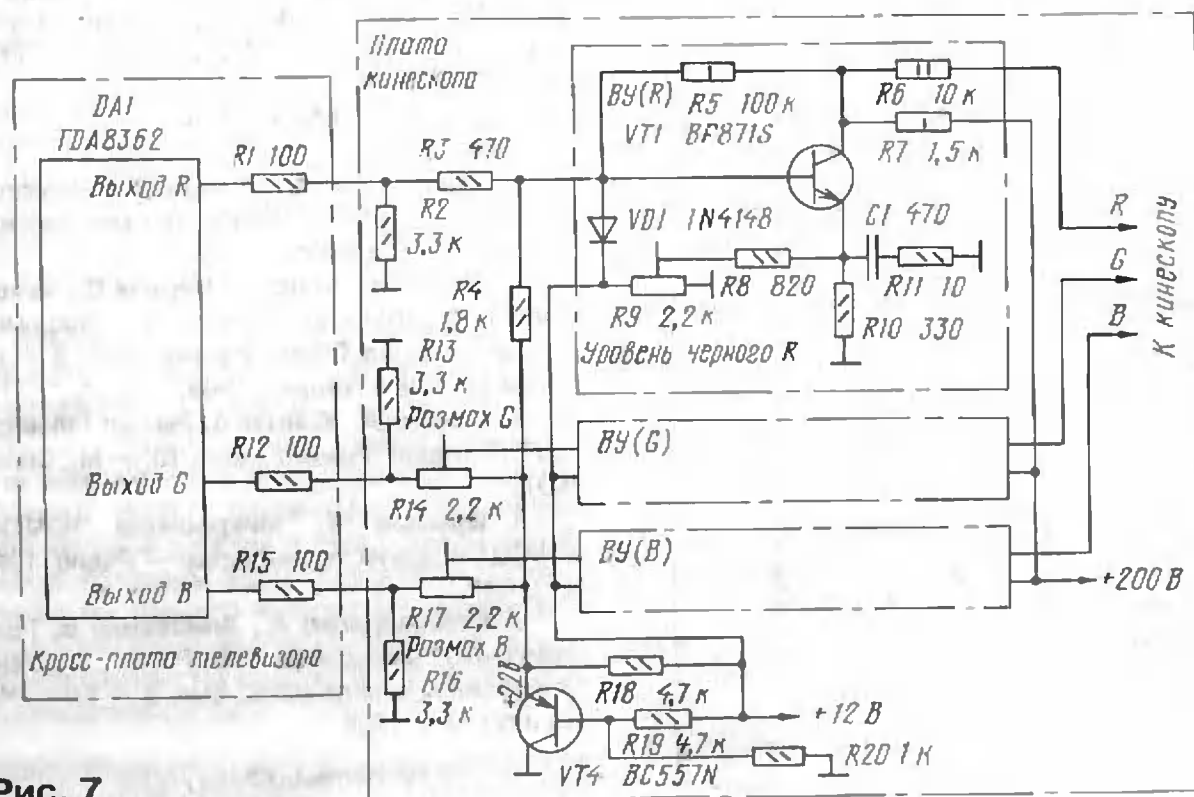

Рис. 7
На рис. 7 показана принципиальная схема ВУ телевизора TVT2594 [7]. Важнейшим отличием от ВУ по схемам на рис. 5 и 6 можно считать использование усилителя с резисторной нагрузкой, собранного на высоковольтном широкополосном транзисторе BF871S. Его характеристики такие же, как и у упомянутого
уже транзистора 2SC2271D и рассматриваемых далее BF869, 2BC4714RL2, 2SC3063RL, 2SC3271N. Кроме того, если в ВУ по схеме на рис. 6 питание с ИОН подано на эмиттер транзистора ВУ, а цепь регулировки уровня черного была подключена к его базе, то в ВУ по рис. 7 они поменялись местами. Резистор R5 создает цепь ООС. Цепь C1R11 обеспечивает ВЧ коррекцию АЧХ, диод VD1 защищает транзистор от попадания на его базу напряжения, превышающего 12 В. Уровень черного регулируют в каждом ВУ, размах сигналов — только в ВУ(G) и ВУ(B).